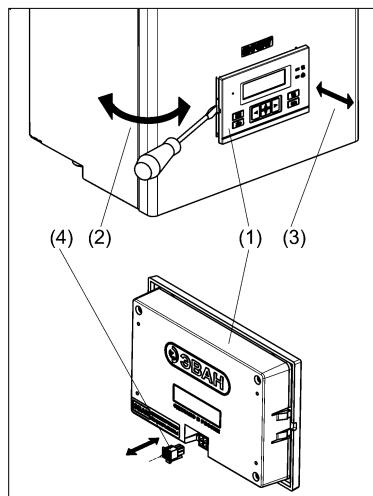
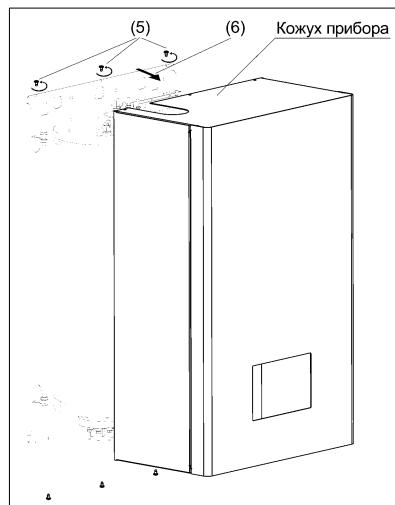

Рисунок 6. Снятие блока управления
Рисунок 7. Снятие кожуха котла
(1) Аккуратно подденьте плоской отвёрткой место примыкания блока управления и лицевой панели (см. рис. 6).
(2) Выдвиньте блок управления на себя.
(3) Отсоедините кабель с разъёмом от блока управления (кабель подсоединен с тыльной стороны блока управления).
(4) Уберите блок управления в сторону в безопасное место.
(5) Открутите отвёрткой три самореза с верхнего и три самореза с нижнего торца кожуха котла (см. рис. 7).
(6) Снимите кожух котла.
**6.2.3** Подключение котла к электрической сети осуществляется только через внешний автоматический выключатель QF (см. рис. 7) с номинальным током ( $I_{n}$ ) указанным в таблице 2.